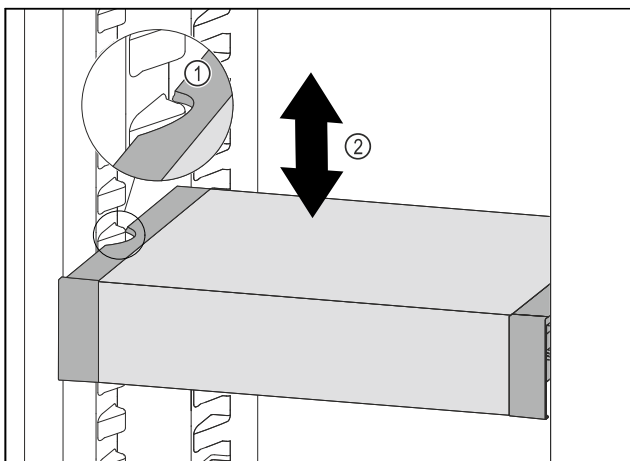

Fig. 104
- ▶ Tirer le VarioSafe vers l'avant jusqu'à ce que les encoches latérales du VarioSafe soient à la hauteur de la nervure du bac dans la partie réfrigérateur. Fig. 104 (1)
- ▶ Déplacer le VarioSafe vers le haut ou vers le bas dans la partie réfrigérateur jusqu'à ce que la hauteur souhaitée soit atteinte. Fig. 104 (2)